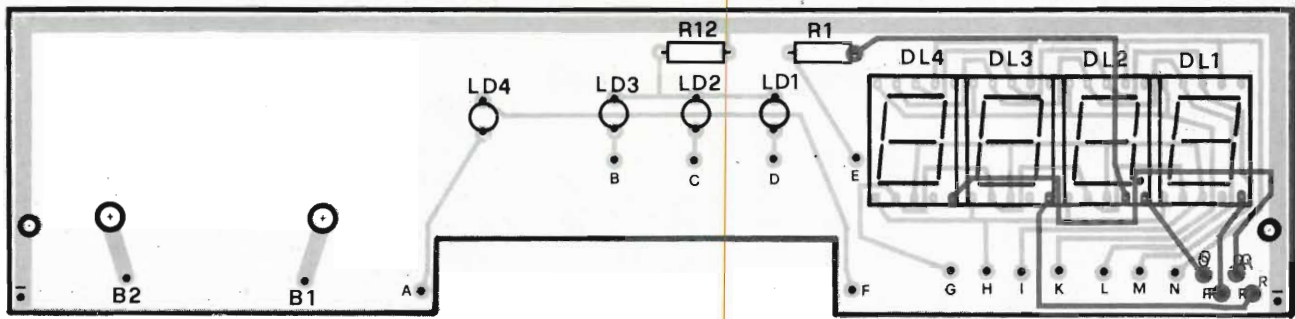
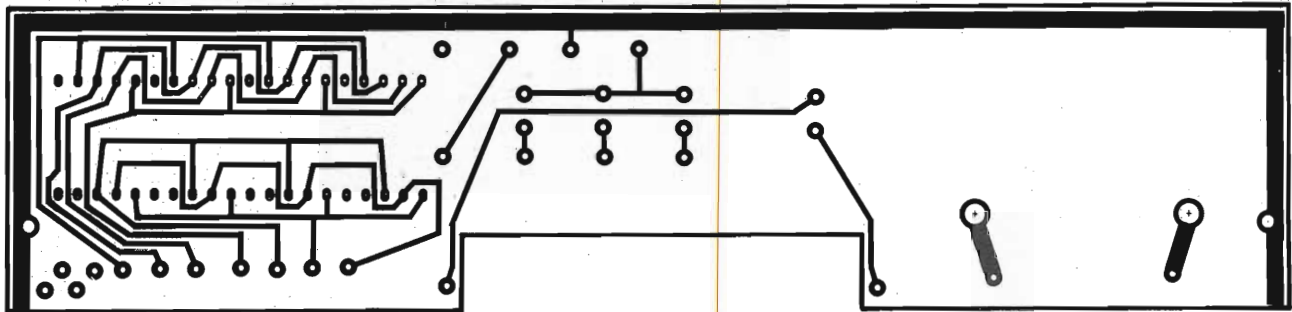

Fig. 4 - Disposizione dei componenti, sul pre-pannello, sul C.S., di figura 5 e 6.
Fig. 5 - Circuito stampato, del pre-pannello anteriore, visto dal lato rame.
Passiamo ora all'assemblaggio di tutti i componenti relativi al circuito d'ingresso (vedi schema elettrico, pubblicato nella prima parte, fig. 4). Cominciate col saldare i trimmer R1, R2, R3, R4, le resistenze R5, R6, R7, R8, R9, R10, R11, R13, R14, R15, i condensatori C1, C2, il diodo Zener Z1, facendo molta attenzione alla sua polarità, il Transistore TR1, rispettandone la di-
N.B. - I punti indicati nello schema elettrico di fig.5 e cioè: D, B, F, E, C, A, OV, non figurano sul circuito stampato in quanto già collegati.
L'ultima fase è rappresentata dal montaggio del pannello anteriore, per questo fate riferimento, alla fig. 4, dove viene illustrato il disegno serigrafico, relativo ai componenti, mentre in fig. 5 e 6, vengono illustrati rispettivamente, il disegno del circuito stampato in scala 1:1, visto dal lato rame e il disegno della pista superiore, vista dal lato componenti. Iniziate col saldare i Display DL1, DL2, DL3, DL4, i diodi Ld1,